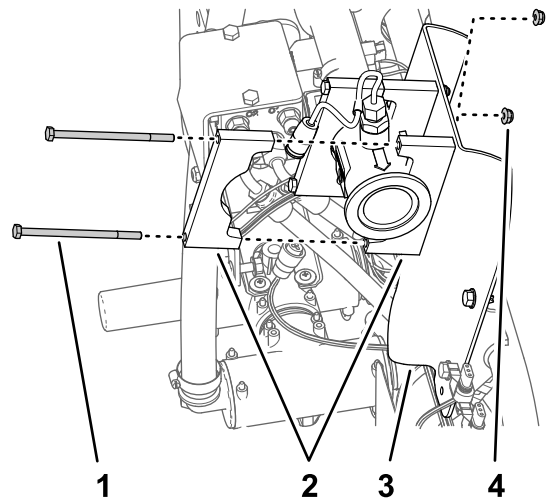

图73
3. 对齐流量计与流量计支架之间的两半支撑夹具分别对齐两半支撑夹具与支架中的孔 图73。
4. 对齐流量计后侧支撑夹具的一半与您您在步骤 3 中组装的两半夹具的其中一个 图73。
5. 使用 2 个螺栓 1/4 x 4-1/2 英寸和 2 个凸缘锁紧螺母 1/4 英寸将两半的夹具组装到流量计支架 图73。